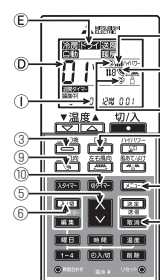

図3
- 【運転モード】機能設定 (図3) (工場出荷時は【設定番号011])
- ボタン②を押す。
- 運転モード④が点滅します。
- ボタン⑤を押して、設定番号⑥を設定してください。
2) 【風速】機能設定 (図3) (工場出荷時は【設定番号011])
- ボタン③を押す。
- 風速④が点滅します。